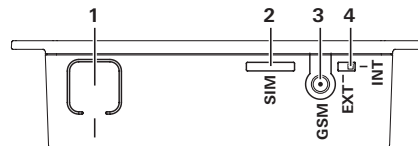

Figure 2 – vue de haut
- Presser la touche (figure 2 – 1) sur la Truma iNet Box pendant environ 1 seconde.